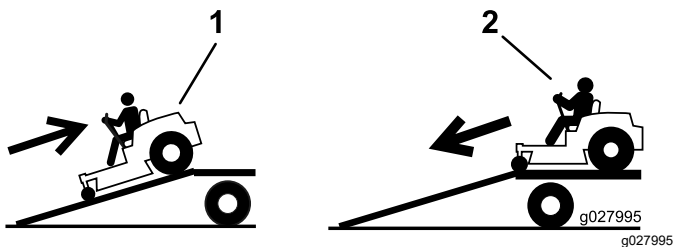

Figura 34
4. Suba la máquina por la rampa en marcha atrás (Figura 34).
2. Baje la máquina por la rampa conduciendo hacia delante (Figura 34).